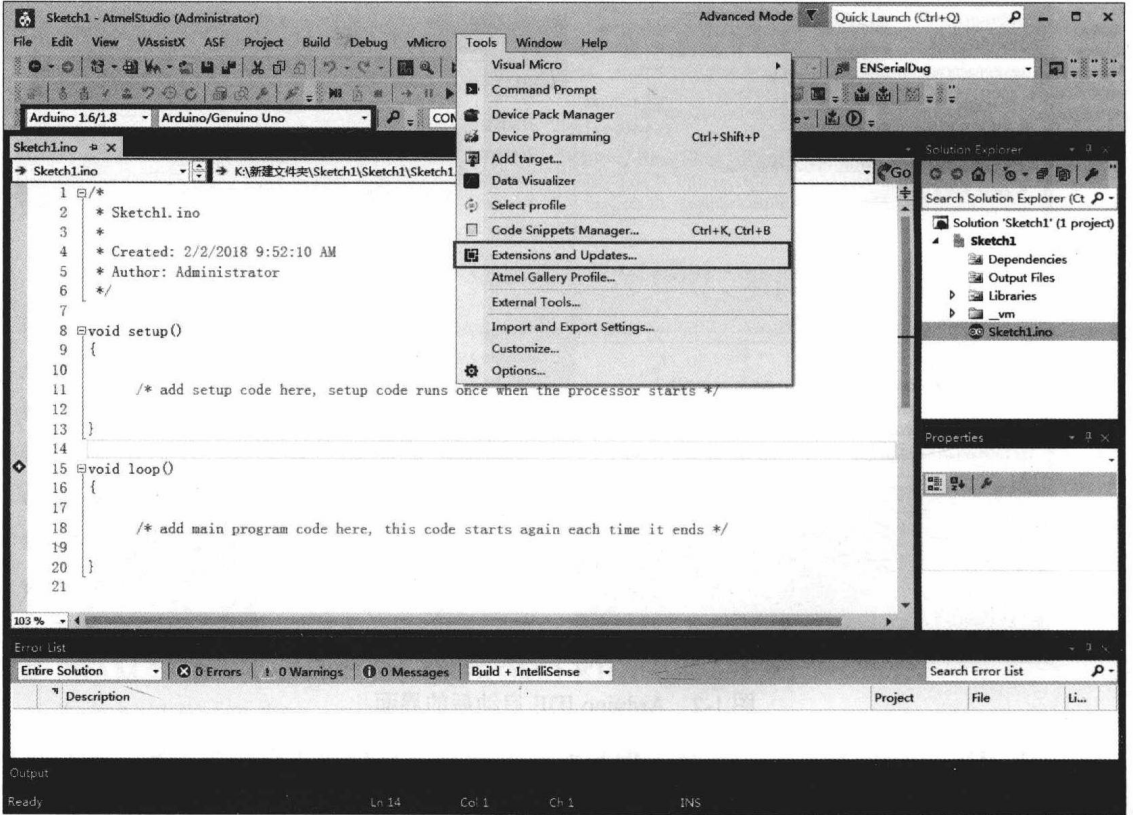

图 1-3 完成安装并启动 Atmel Studio 7 后显示的主界面
(1) 下载安装 Atmel Studio (当前版本为 7.0)。由于 Atmel 已并入 Microchip, 其下载地址为 <https://www.microchip.com/avr-support/atmel-studio-7> (当前版本文件为 as-installer-7.0.1645-full.exe, 887MB)。安装 Atmel Studio 7 时, 第 1 步可能会出现 Windows Update 出错, 对此要根据提示补全相关补丁。图 1-3 是完成安装并启动 Atmel Studio 7 后显示的主界面。